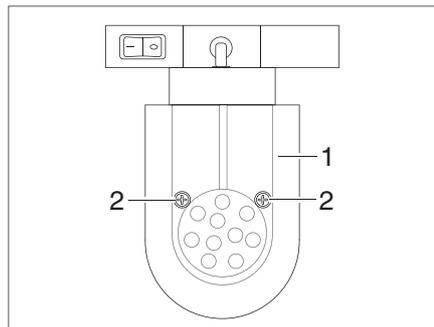

Fig. 158 Spot DEL (coulissant)
- Desserrer les vis de fixation (Fig. 158,2).
- Retirer prudemment le verre de lampe (Fig. 158,1).